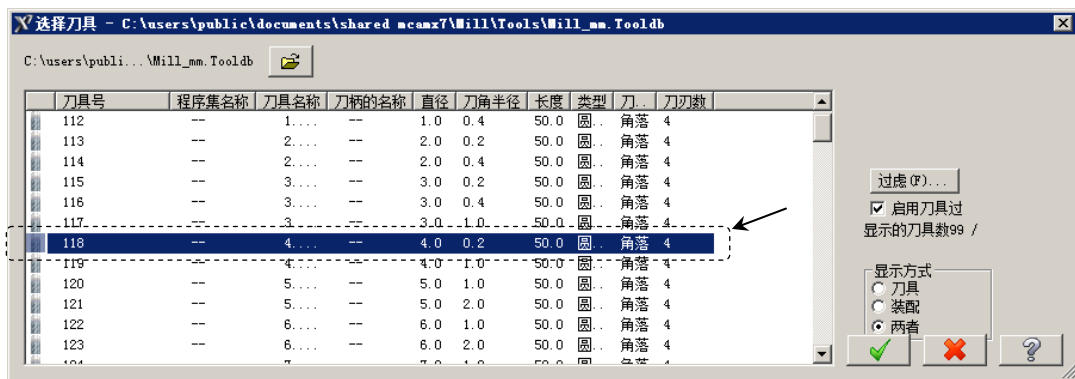

图 9.3.6 “选择刀具”对话框
Step2. 选择刀具。在“2D 刀具路径 - 2D 挖槽”对话框中，单击 **选择刀库** 按钮，系统弹出图 9.3.6 所示的“选择刀具”对话框，在该对话框的列表框中选择图 9.3.6 所示的刀具。单击 按钮，关闭“选择刀具”对话框，系统返回至“2D 刀具路径 - 2D 挖槽”对话框。